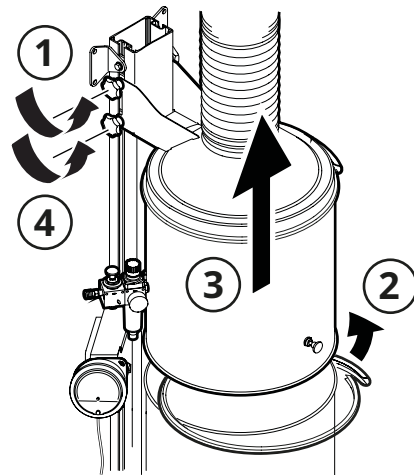
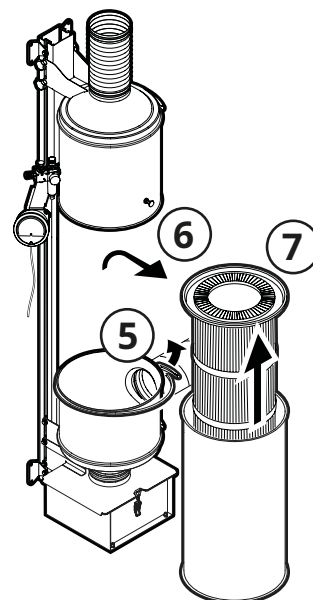
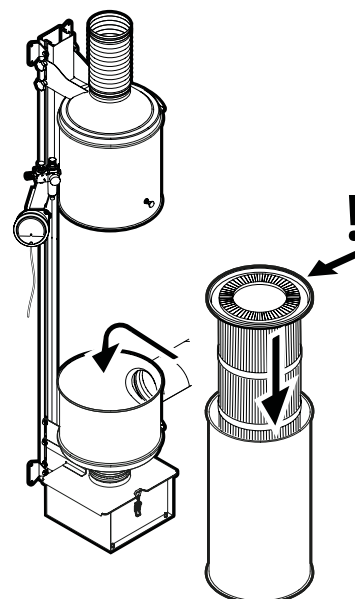

Fig. 9
Fig. 10
Fig. 11
3. Lossa vreden (1, **Fig. 9**) till utloppet och spänningen (2) mellan filterhuset och manöverhuset.
4. Skjut sedan upp manöverhuset (3) och lås fast den i aluminiumskenan (4) så den sitter fast ordentligt.
5. Lossa spänningen (5, **Fig. 10**) mellan filterhuset och anslutningscylindern.
6. Lyft lös filterhuset och ställ ner på en plan yta (6).
7. Lyft ur patronfiltret ur filterhuset (7).
9. Sätt i ett nytt patronfilter i filterhuset (**Fig. 11**).
2. Lossa vreden (1, **Fig. 9**) till utloppet och spännringen (2) mellan filterhuset och manöverhuset.
3. Skjut sedan upp manöverhuset (3) och lås fast den i aluminiumskenan (4) så den sitter fast ordentligt.
4. Lossa spännringen (5, **Fig. 10**) mellan filterhuset och anslutningscylindern.